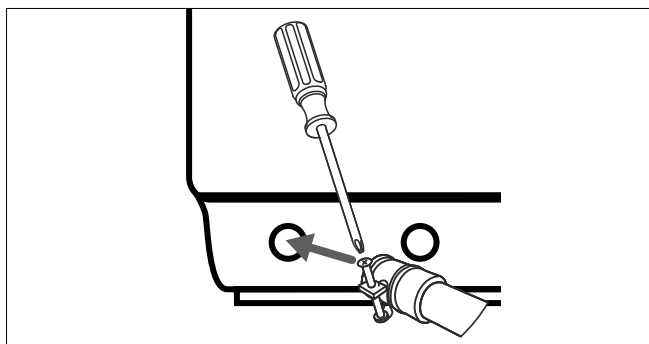

Abb. 7 – Wasserablauf-Anschluss
Stecken Sie den Wasserablaufschlauch mit dem Anschluss für den Wasserablauf (26) auf der Geräterückseite und befestigen Sie ihn mit einer Schelle (siehe Abb. 7).